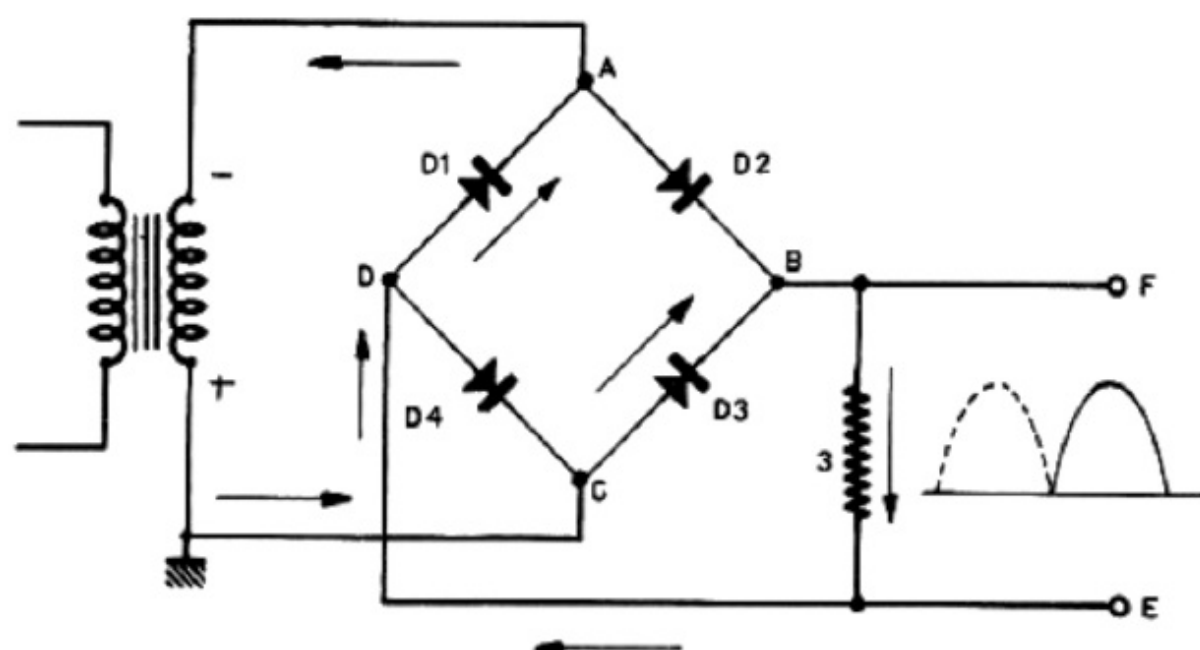

Figure 2
b) - LORS DE L'ALTERNANCE NEGATIVE DE LA TENSION ALTERNATIVE, c'est-à-dire lorsque les points A et C ont les polarités indiquées sur la figure 2, la diode D3 conduit et la diode D4 est bloquée.